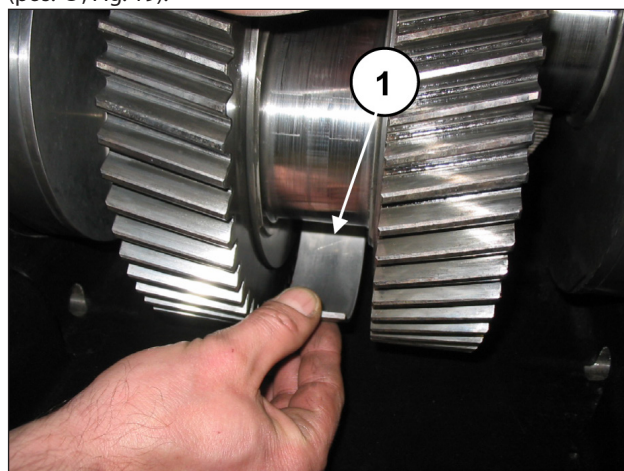

Fig. 19
Extraer los 3 semicojinetes superiores de las semibielas (pos. ①, Fig. 19).